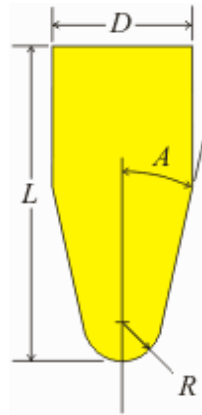

Figura 1.74 Parámetros de la herramienta cónica esférica.
- Herramienta cónica esférica , la cual tiene los parámetros longitud (L), diámetro (D), radio de punta (R) y ángulo del cono (A), Figura 1.74.